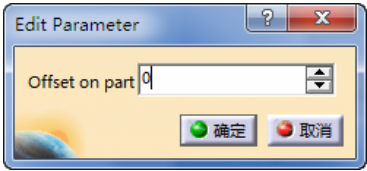

图 7-52 定义零件余量 (3)
- 定义零件余量（3）。双击“Rough.1”对话框中的“Offset on part”，弹出“Edit Parameter”对话框，可设置余量大小为“0”mm，如图 7-52 所示。